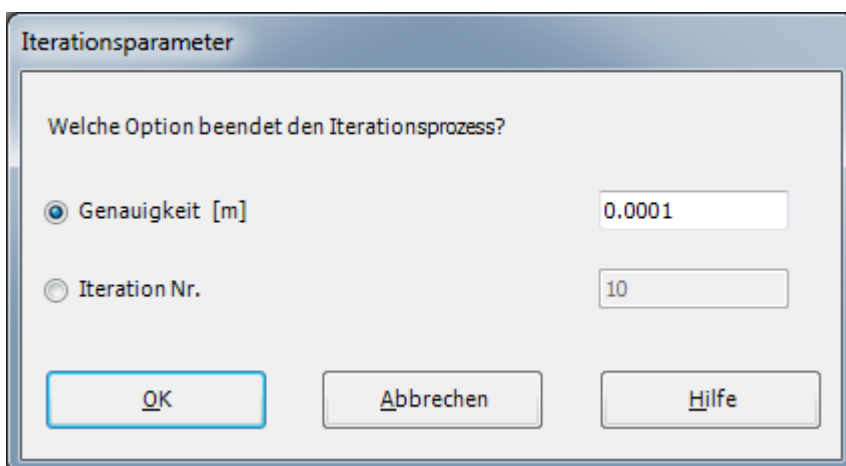

Bild 3.38 Optionsfeld "Iterationsparameter"
- Wählen Sie den Befehl "Alles berechnen" aus dem Menü "Berechnung" in der Registerkarte "Berechnung". Das Optionsfeld "Iterationsparameter" im Bild 3.38 erscheint